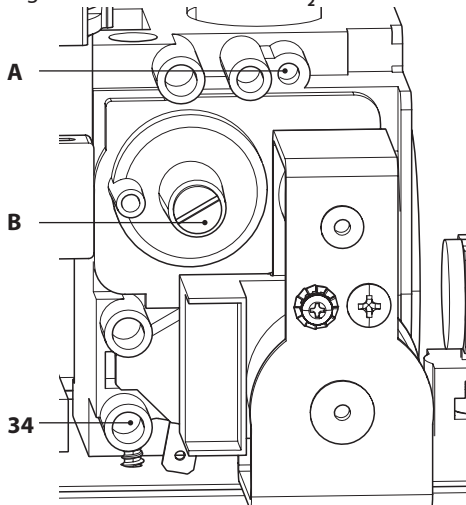

Figura 7.6
- A caldaia spenta (fuori servizio), controllare la pressione di alimentazione utilizzando la presa 34 in Figura 7.6 e confrontare il valore letto con quelli riportati nella tabella Pressioni di alimentazione gas nella sezione "Dati tecnici M260MR.2025 SM/T" a pag. 30 e "Dati tecnici M260MR.2530 SM/T" a pag. 34.
- Richiudere bene la presa di pressione 34 in Figura 7.6.
- Per tarare il **CO₂** della caldaia (pressione del gas al bruciatore) svitare completamente il tappo in ottone di protezione **B** e agire sulla vite a brugola Ø 4 mm sottostante Figura 7.6, girando in senso orario il **CO₂** aumenta.
- Se i due dati non coincidono agire sulla vite regolazione massimo RQ (A in Figura 7.6) della valvola gas e tarare il CO_2 allo stesso valore riportato nella sezione "Dati tecnici M260MR.2025 SM/T" a pag. 30 e "Dati tecnici M260MR.2530 SM/T" a pag. 34 in tabella "Dati in sanitario". Girando in senso orario il CO_2 diminuisce.